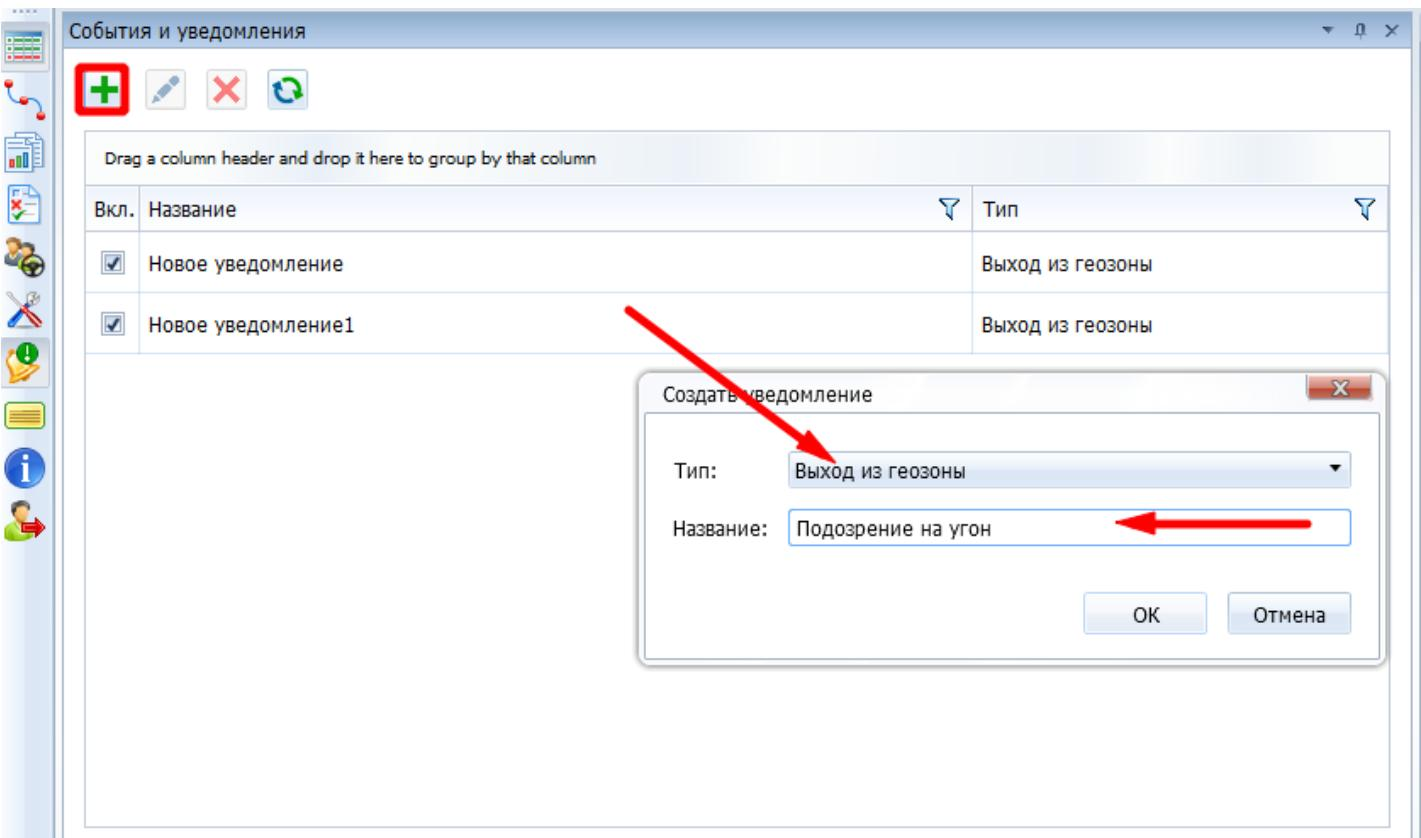

Рисунок 4 – Создание уведомления о выходе из геозоны
- во вкладке «События и уведомления» создать новое уведомление, выбрав тип «Выход из геозоны» и укать название (**Рисунок 4**);